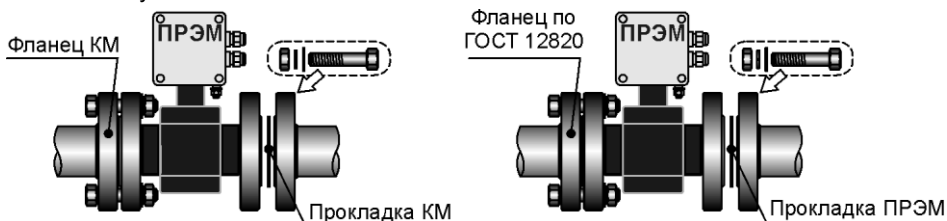

Рисунок 13 – Варианты монтажа ПРЭМ фланцевого исполнения
- Установить расходомер между фланцами (рис. 13) и зафиксировать его болтами.